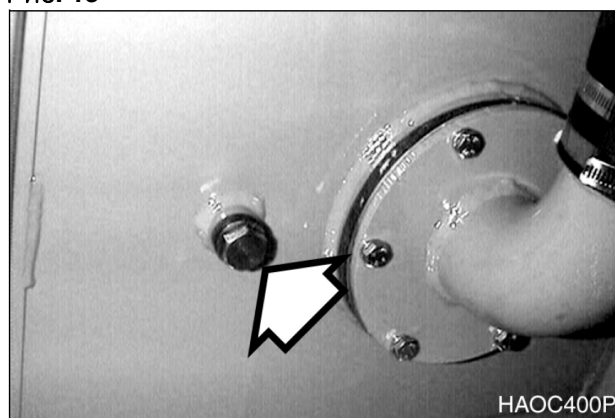

Рис. 16
- В. Слить избыток масла через сливное отверстие (рис. 16) в нижней части бака в соответствующую емкость.